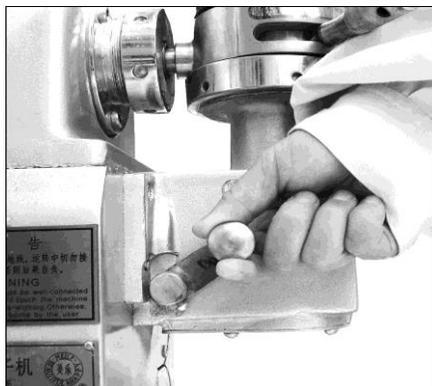

Рис.6
- Переключите Ручку держателя фарша (21) в положение «OFF» (рис. 6).